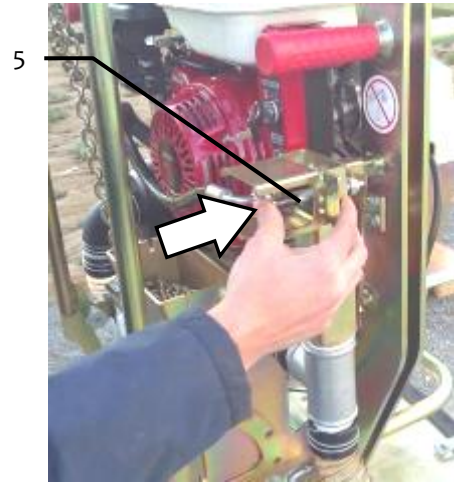

Fig. 6
- Para soltar a carga (placa de pedra), pressionar o botão de desbloqueio (5). (→ Fig. 6).